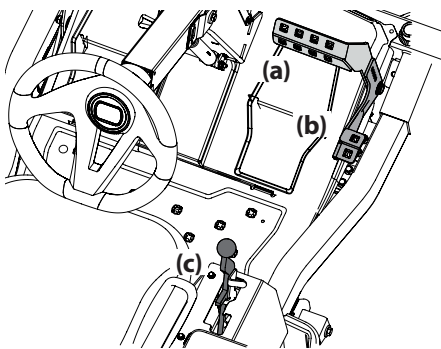

Figure 18
2. Pour vous déplacer en marche avant, appuyez doucement sur la pédale de marche avant (a) jusqu'à ce que vous atteigniez la vitesse désirée. Voir Figure 18.
3. Pour ralentir ou arrêter l'appareil, relâchez la pédale de marche avant (a) ou la pédale de marche arrière (b). Pour verrouiller le frein de stationnement, placez les pédales de déplacement à la position neutre et tirez le frein de stationnement vers l'arrière. Voir Figure 18 à la page 81.
4. Pour vous déplacer en marche arrière, regardez d'abord derrière vous, puis appuyez doucement sur la pédale de marche arrière (b) avec l'avant du pied (et NON avec le talon) jusqu'à ce que vous atteigniez la vitesse désirée. Voir Figure 18 à la page 81.